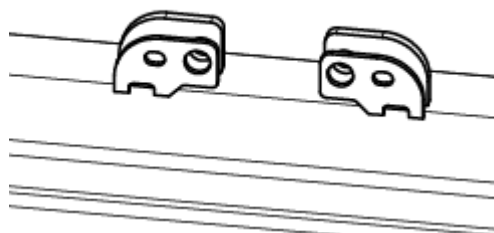
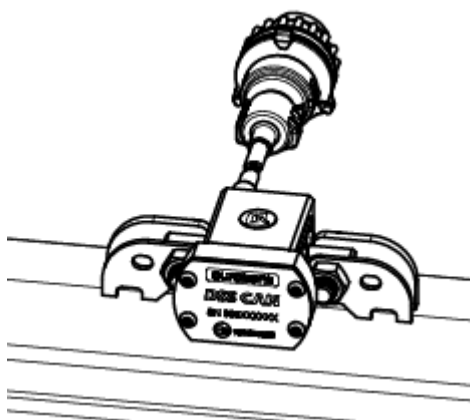

рис. 3.6. Установка опор крепления контроллера
рис. 3.7. Установка контроллера на опоры
- 5) Удалите кондуктор и установите корпус контроллера на штифты опор таким образом, чтобы корпус контроллера полностью прилегал к опорам, и закрепите с помощью винтов из монтажного комплекта (рис. 3.6, рис. 3.7). **Усилие затяжки винтов должно быть 20-25 Н*м.**